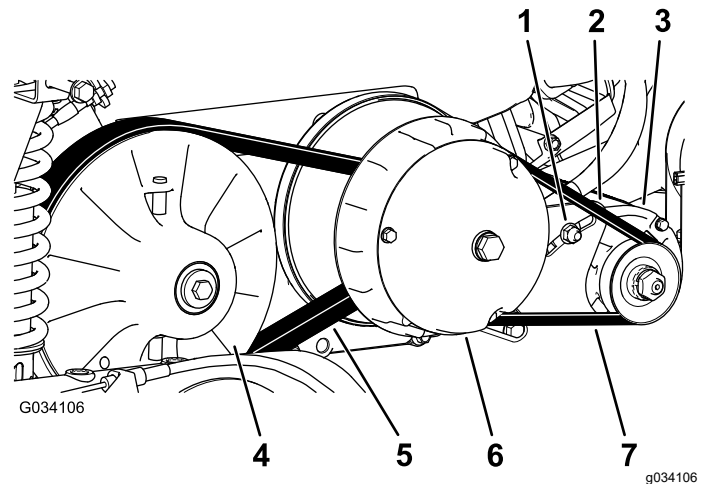

Figura 65
6. Haga girar la correa e inspecciónela (Figura 65) para asegurarse de que no está excesivamente desgastada o dañada.
3. Haga girar la correa y llévela sobre el embrague secundario (Figura 65).
4. Retire la correa del embrague primario (Figura 65).
5. Coloque la correa nueva sobre el embrague primario (Figura 65).
6. Haga girar la correa y llévela sobre el embrague secundario (Figura 65).
2. Afloje la tuerca del pivote del generador de arranque (Figura 65).
4. Aplique presión descendente sobre la palanca para hacer girar el motor de arranque hacia abajo en la ranura, hasta que la tensión de la correa sólo permita una desviación de 6 mm ( $\frac{1}{4}$ " ) con una fuerza de 44 N·m (10 pies-libra) (Figura 65).
5. Apriete la tuerca del pivote a mano y retire la palanca (Figura 65).